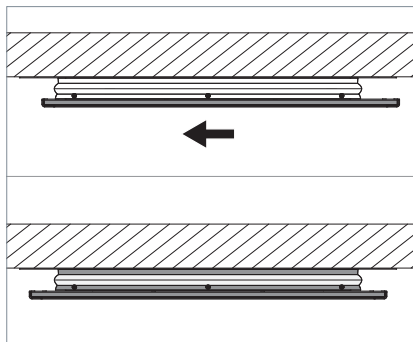

Fig. 10: Direktlicht-Element einhängen.
- Schieben Sie das Direktlicht-Element bis zum Anschlag nach links, siehe Fig. 10.